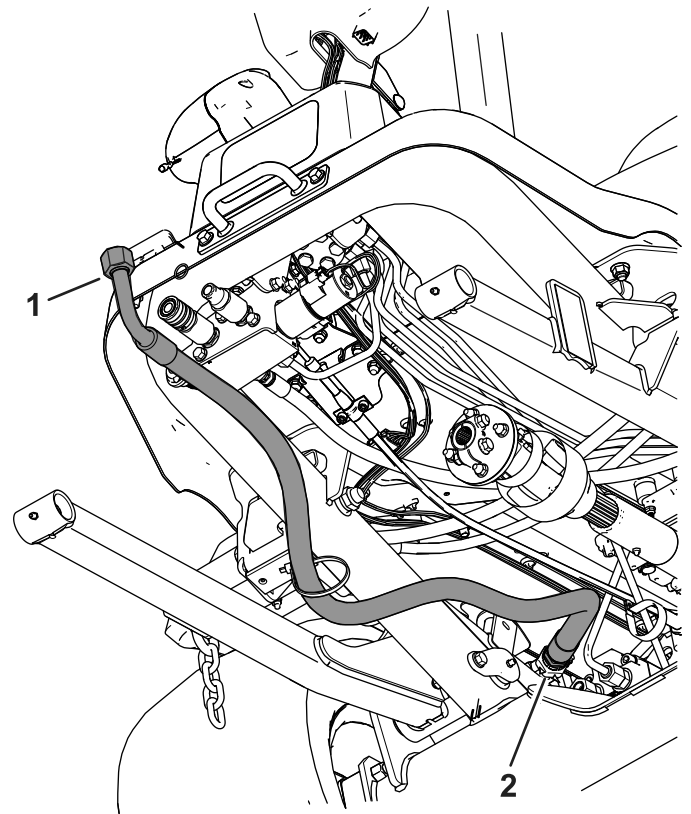

Figure 19
9. Installez le flexible hydraulique latéral sur le réservoir hydraulique (Figure 19).